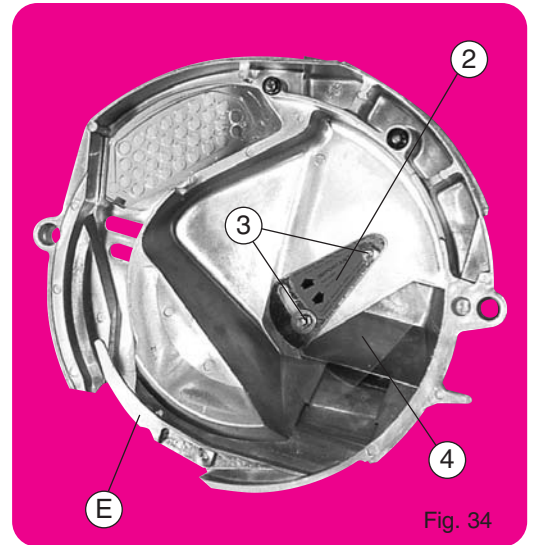

Fig. 34
1. POSITION HAUTE (fig. 34) POUR GROSSES GRAINES, c'est-à-dire maïs, haricots, soja, pois, féveroles, arachides, coton...
1. HIGH POSITION (fig. 34) FOR LARGE SEEDS, i.e. corn, beans, soybean, peas, kidney beans, peanuts, cotton...
1. Hohe Stellung (Abb. 34) für großes Saatgut, d. h. Mais, Bohnen, Soja, Erbsen, Ackerbohnen, Erdnüsse, Baumwolle...
1. ВЫСОКОЕ ПОЛОЖЕНИЕ (рис. 34) ДЛЯ БОЛЬШИХ СЕМЯН, таких как кукуруза, бобы, соевые бобы, горох, фасоль, арахис, хлопок и т.п.